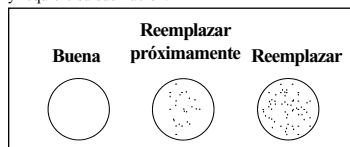

FIGURA 2. GRÁFICO PARA LA SUSTITUCIÓN DEL CABLE DE FIBRA ÓPTICA
La rotura de las fibras ópticas puede provocar la pérdida de luz y el fallo funcional. Sostener el conector de la punta del cable de fibra óptica en dirección a una luz normal y examinar el extremo del conector de la fuente de luz del cable para comprobar si existen fibras rotas. La presencia de pequeños puntos negros en la superficie de las fibras de vidrio indica que las fibras están rotas (ver figura 2). No usar la fuente de luz de la fibra óptica para realizar esta comprobación, ya que la intensidad de la luz puede dañar a los ojos. Un cable de fibra óptica deteriorado no debe utilizarse y requiere su sustitución.
- Acercar la punta del conector a una luz normal y examinar el extremo del adaptador de la fuente de luz del cable de fibra óptica para descartar la existencia de fibras rotas. Sustituir el cable si hay demasiadas fibras rotas (ver figura 2). El deterioro en las fibras reducirá la cantidad de luz transmitida de modo que la bujía dilatadora no podrá proporcionar la iluminación adecuada. Si se reduce la transmisión de luz, se debe reemplazar el cable de fibra óptica.